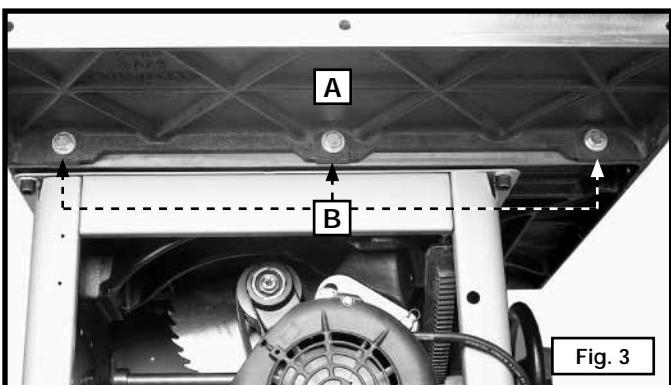
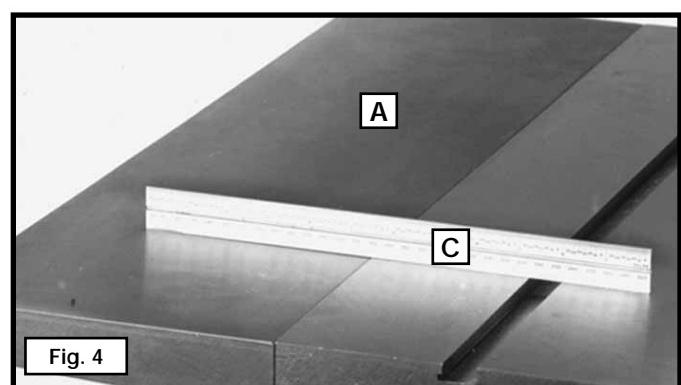

Fig. 3
Fig. 4
**NOTA:** Ubique la caja del sistema de arranque. Si es un sistema de arranque magnético, tendrá un botón rectangular de "ENCENDIDO" (ON) y un botón redondo o bien, dos botones redondos. Si es un sistema de arranque LVC, ambos botones serán rectangulares.
Conecte la base de extensión (A) Fig. 3, a la izquierda del banco de la sierra utilizando los tres tornillos de cabeza hexagonal de 11,11 mm (7/16")-20 x 31,75 mm (1-1/4") (B) y las arandelas planas de 11,11 mm (7/16").
**NOTA:** Use un borde recto (C) Fig. 4, para nivelar la base de extensión (A) con el banco de la sierra antes de ajustar los tornillos (B) Fig. 3. Conecte la base de extensión derecha de la misma forma.